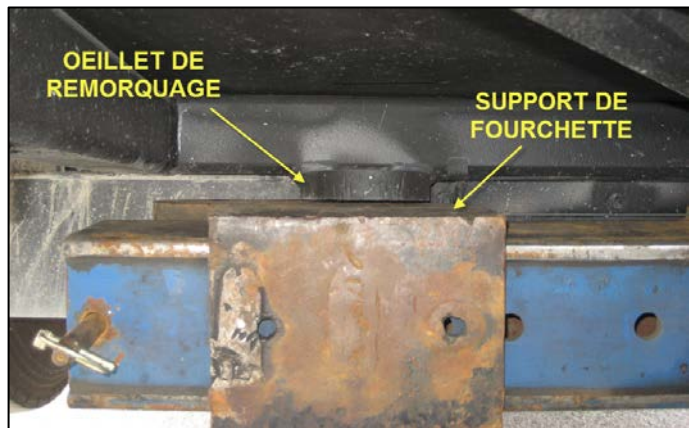

FIGURE 32
3. Allonger le bras télescopique, en plaçant les supports de fourchette sous la base des oeillets de remorquage (Figure 32).